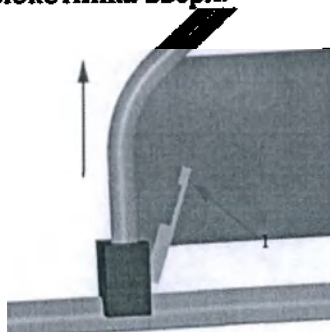

Рис.1.12
5.4.5 Кресла оснащены откидными подлокотниками, имеющими мягкие накладки на поручнях. Для откидывания подлокотника, зажмите флажок (поз.1, рис.1.12) и поднимите переднюю часть подлокотника вверх.